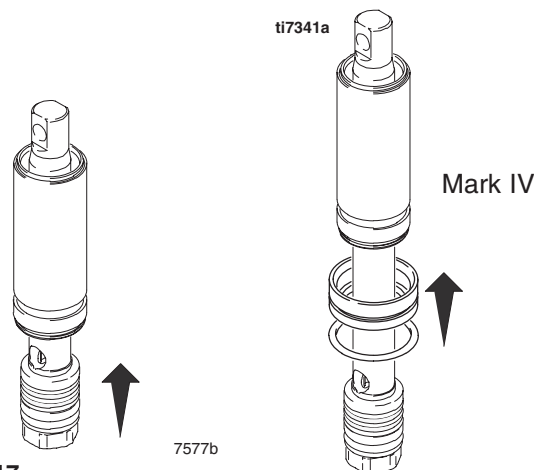

Fig. 17
Fig. 17. Glisser l'ensemble piston vers le bas de la chemise. S'assurer que le joint en V et celui en U ne sont pas enroulés sur eux-mêmes ou endommagés. Mark IV : poser le joint torique (231) sur l'entretoise de chemise (230). Placer l'entretoise de chemise sur la chemise.